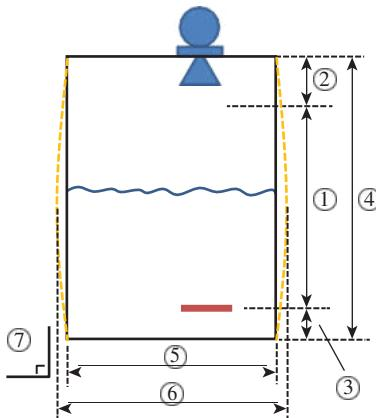

Рисунок 5.1
Диапазон измерения (1) ограничен верхней мертвой зоной (2) и нижней мертвой зоной (3) (рис. 5.1). Полная высота бака (4) также необходима для конфигурации. Некоторые резервуары имеют точку отсчета, базовый уровень, внутри резервуара, и если это так, объем часто устанавливается на ноль на этом уровне. Помните, что номинальный диаметр (5) будет меняться с повышением уровня (6), и возможно, что все параметры резервуара также будут меняться с температурой. Поверхность, на которой стоит резервуар, должна быть устойчивой, чтобы угол (7) резервуара не менялся со временем.